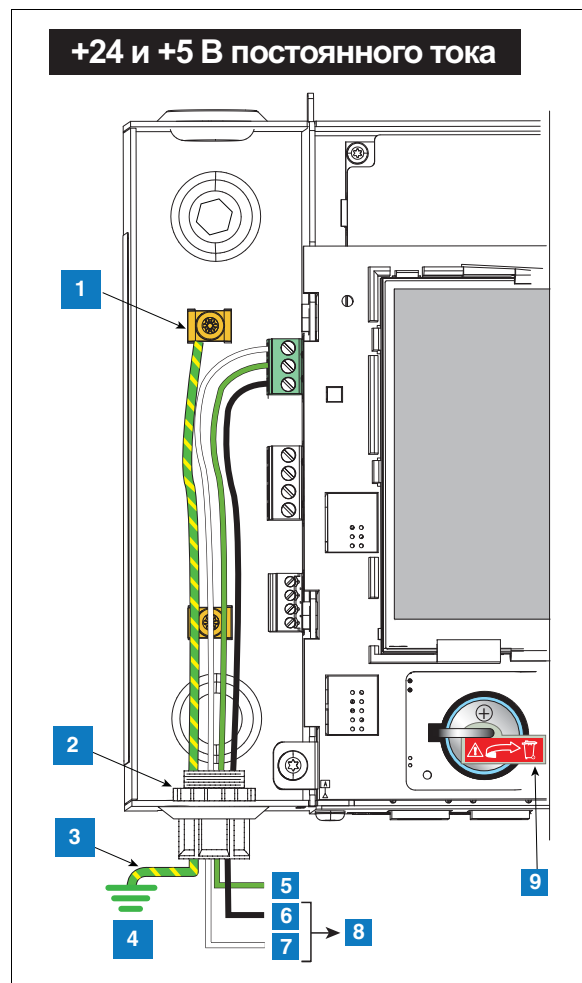

Рисунок 6. Подключение к консоли питания постоянного тока
3. Подключите входные провода питания постоянного тока, как показано на рис. 6.
### СИСТЕМА НУМЕРАЦИИ НА рис. 6